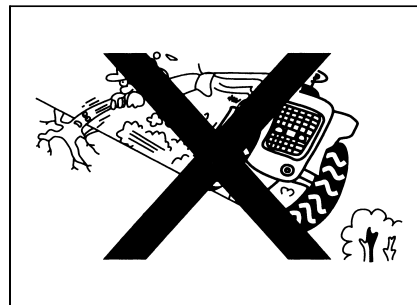

Рис. 1-61
- На откосе поперечное движение или поворот имеет опасность опрокидывания. Запрещается проводить данную опасную операцию (рис. 1-61).